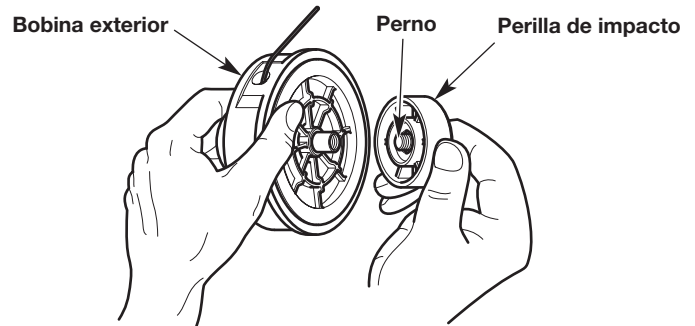

Fig. 16
1. Sostenga la bobina exterior con una mano y desenrosque la perilla de impacto en sentido contrario a las agujas del reloj (Fig. 16).